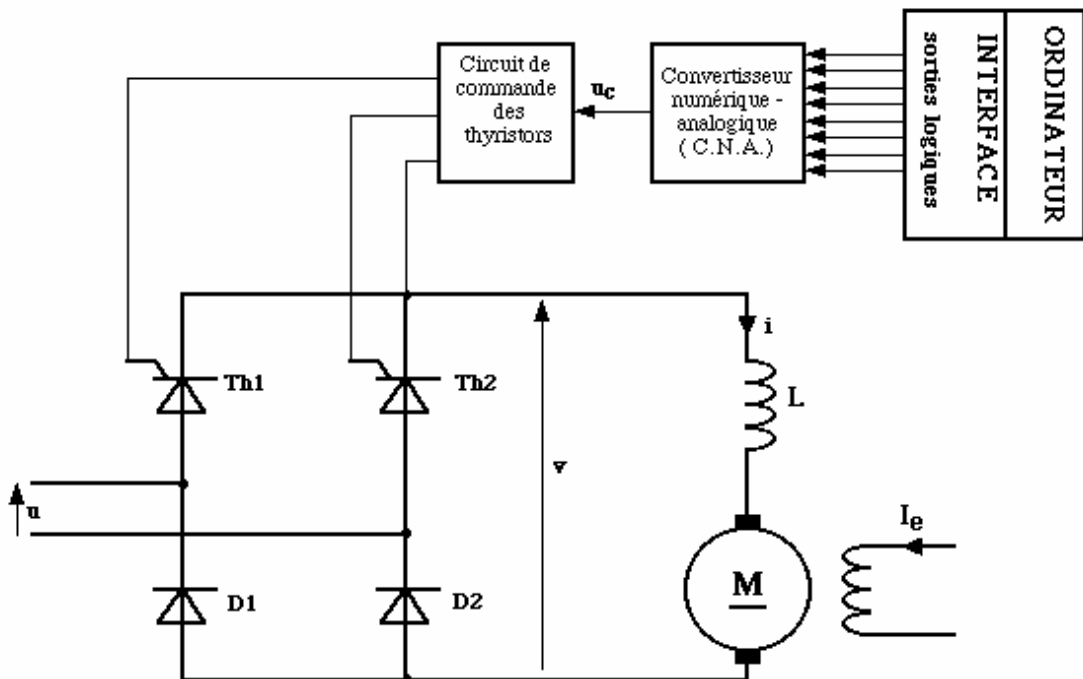

fig.7
B) ÉTUDE DE LA CHAÎNE DE COMMANDE (voir figure 7) :